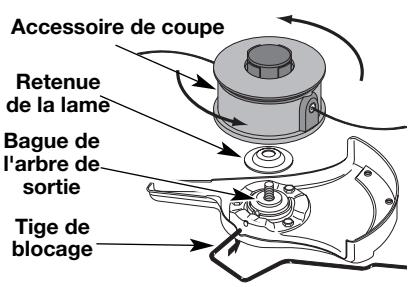

Fig. 14
5. Alignez le trou de la bague de l'arbre avec la fente de la tige de blocage, puis insérez la tige dans le trou de l'accessoire de coupe (Fig. 8). Placez la retenue de lame sur l'arbre de sortie, la partie plate reposant contre la bague de l'arbre tel qu'indiqué sur la Fig. 14. Vissez l'accessoire de coupe à gauche sur l'arbre. Vissez bien.